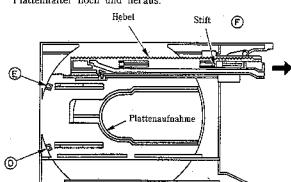

Abb. 4
##### (3) Austausch des Plattenhalters (Abb. 4)
Nach dem Ausbau der Plattenlade, entfernen Sie die Stifte (⑤) und (⑥) von der Plattenaufnahme (Abb. 4). Danach nehmen Sie den Plattenhalter hoch und heraus.
##### (4) Austausch der Zahntangsten (Abb. 4)
Bringen Sie die Zahntangsten in die Lage, wie in Abb. 4 gezeigt. Heben Sie die Schienenhalter (⑦) mit einem flachen Schraubenzieher etwa 1 mm ab und entfernen Sie den Träger in Pfieführung.